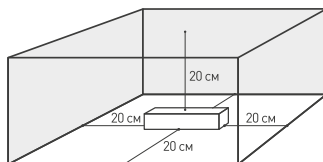

Рис. 2. Свободное пространство вокруг источника
- 4.4. Для естественной вентиляции обеспечьте свободное пространство вокруг источника питания не менее 20 см, как изображено на рис. 2. При невозможности обеспечить свободное пространство используйте принудительную вентиляцию.